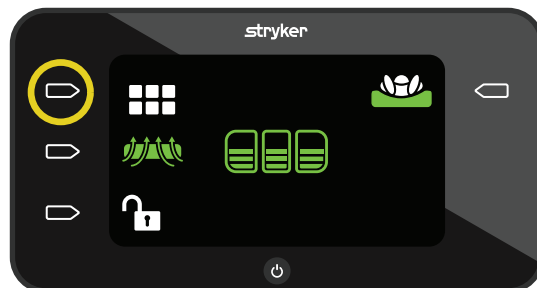

Figure 5 – Écran d'accueil
1. Sur l'écran d'accueil, appuyer sur le bouton d'action en regard de l'icône **mode** (Figure 5).